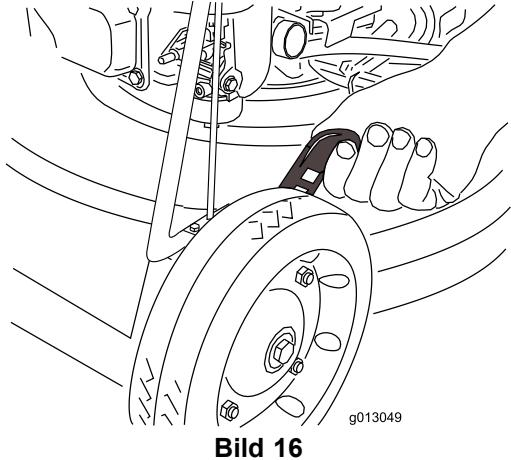

Bild 16
1. Ziehen Sie den Radhöheneinstellhebel zum Rad (Bild 16) und schieben Sie ihn in die gewünschte Stellung.